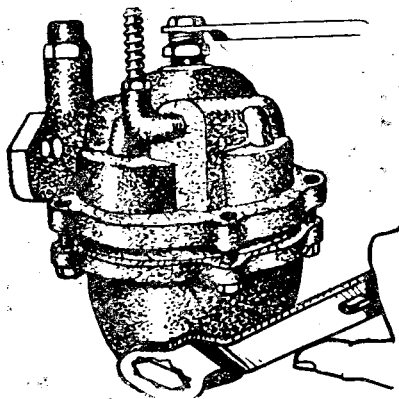
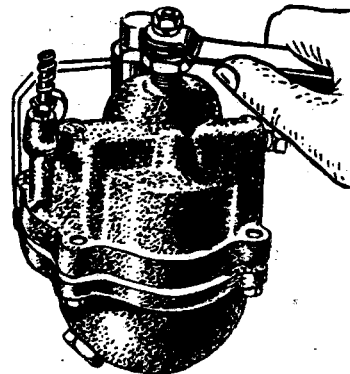

Рис. 23. Отвертывание сливной пробки фильтра грубой очистки.
Рис. 22. Очистка фильтра.
9. *Фильтр грубой очистки* очищайте поворотом стержня на $1\frac{1}{2}$ —2 оборота ежедневно на горячем двигателе, для чего делайте 15—20 качков его рукоятки (рис. 22). Сливайте осадок из отстойника фильтра при смене масла в двигателе (рис. 23). Снимайте фильтр с двигателя, разбирайте и промойте при ТО-2 или ранее, в случае тугого проворачивания его рукоятки.